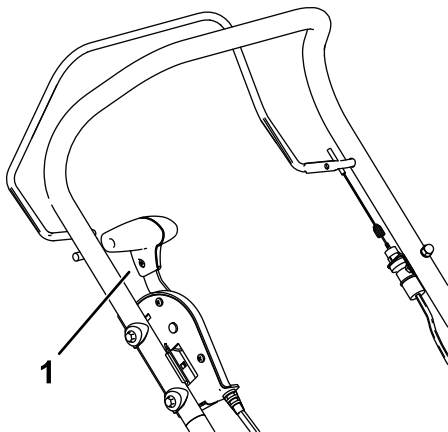

Figure 10
3. Ramenez le levier de transport complètement vers vous, à la position de transport (Figure 10).
5. Ramenez le levier de transport complètement vers vous, à la position de transport (Figure 10).
Pour couper le moteur, relâchez la barre de commande des lames et ramenez le levier de transport complètement vers vous, à la position de transport (Figure 10).